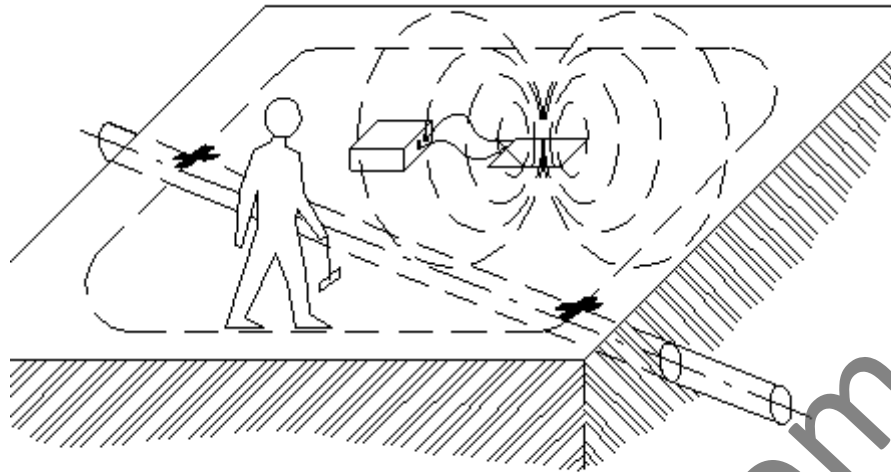

Рис.6. Первоначальное обследование площади
5.4. Для предварительного (рис.6) обследования площади предполагаемого пролегания коммуникаций, используют электромагнитную рамку генератора в качестве источника сигнала. Рамку располагают горизонтально в центре обследуемого участка, который обходят по периметру. Антенну приемника располагают горизонтально.